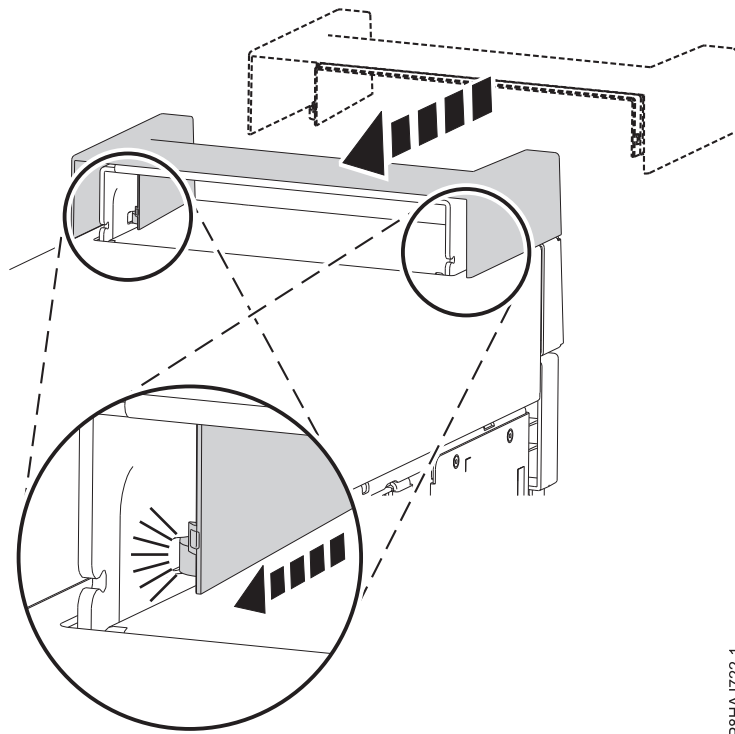

Figure 18. Mise en place de la poignée sur un système autonome 8286-41A
1. Fixez la poignée à la station d'accueil RDX interne (FC EUA3) en la faisant coulisser vers l'arrière du système. Voir figure 18.